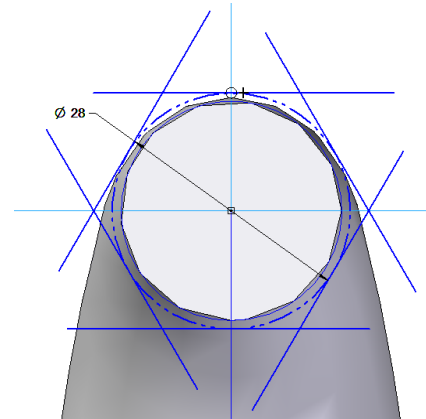

Fig. 8.39 Hexagon in stare initiala
- Dăm clic-dreapta pentru a ieși din comandă (fig. 8.39)